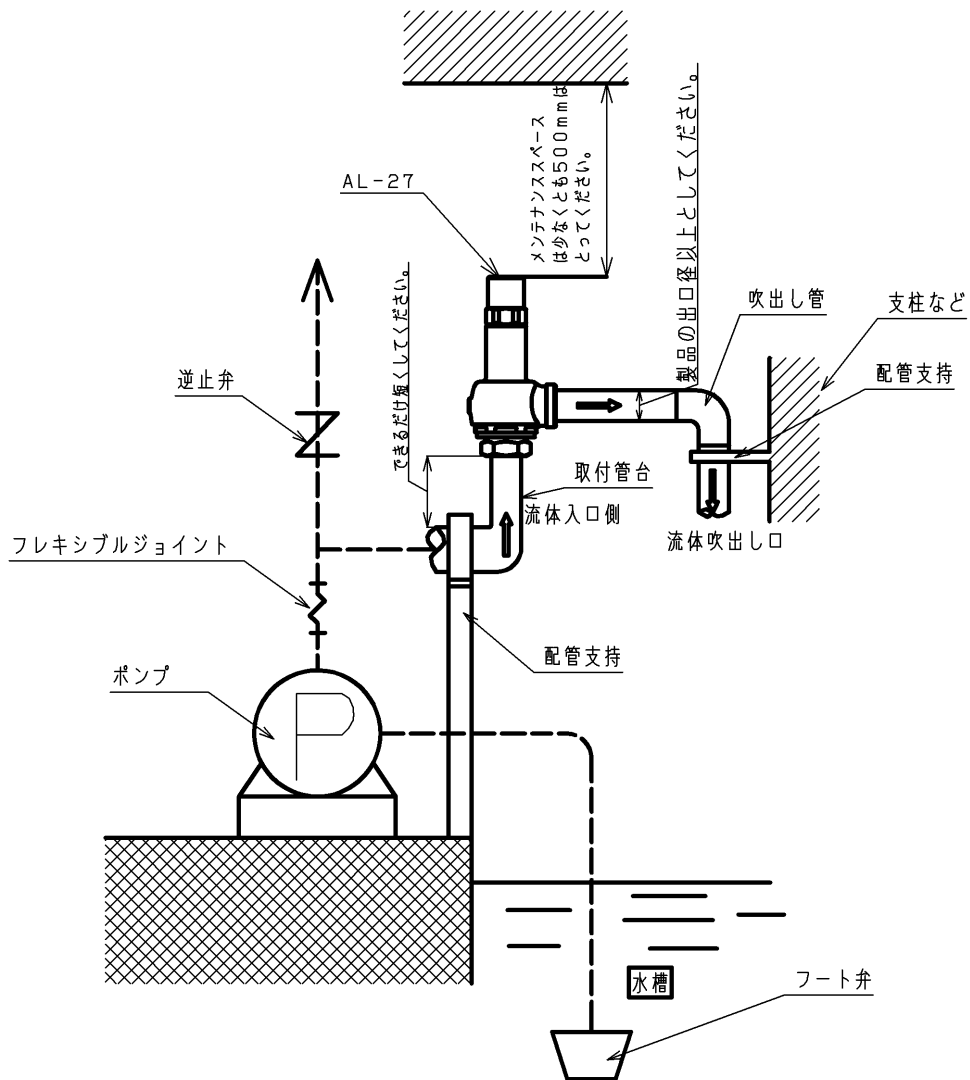

図5. 配管図例
6.設置要領(3.構造,図5.を参照)
- (3) 製品の取付け姿勢はキャップ⑪を上側にした垂直方向で取付けてください。図5.において、水槽の水面が水平となりますので、水面に対して製品は垂直の取付けになります。
6.1. リリーフ弁の取付管台 (図5を参照)
- (1) 取付管台は、直結された吹出し管の吹出し口の中心線に沿って吹出し方向と反対方向に反動力を受けるので、十分な強度を持たせてください。
- (2) 吹出し管には支えを取り付け、リリーフ弁に無理な荷重・曲げ・振動が伝わらないようにしてください。
- (3) リリーフ弁の取付け位置は保守、点検のできる位置に取付けてください。
6.2. リリーフ弁の吹出し管 (図5を参照)